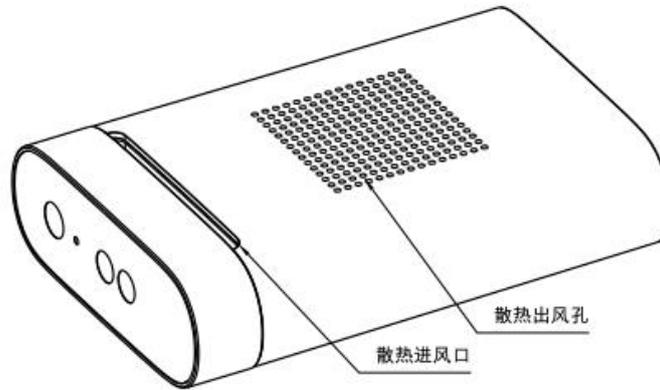

图 3-11 FEMTO 散热方案建议示意图
3. 模组进风口和出风口不能受阻（图 3-11 所示）。
- 2) 模组进风口和出风口不能受阻（图 3-11 所示）。